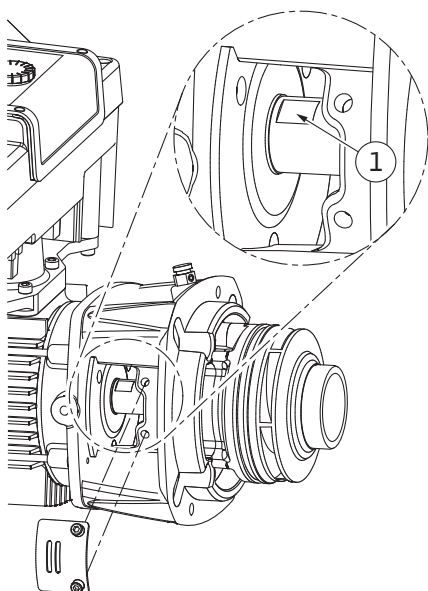

Fig. 106: Sleutelvlakken op de as
14. Plaats een steeksleutel (sleutelwijdte 22 mm) in het lantaarnstukvenster en houd de as op de sleutelvlakken vast (Fig. 106, pos. 1). Draai de waaiermoer (Fig. I, pos. 22) eruit. De waaier (Fig. I, pos. 21) wordt automatisch van de as getrokken.
15. Demonteer de compensatieschijf (Fig. I, pos. 20).
3. Plaats een steeksleutel (sleutelwijdte 22 mm) in het lantaarnstukvenster en houd de as op de sleutelvlakken vast (Fig. 106, pos. 1).
10. Plaats een steeksleutel (sleutelwijdte 32 mm) in het lantaarnstukvenster (Fig. IV, pos. 38) en houd de as op de sleutelvlakken vast (Fig. 106, pos. 1). Monteer de waaier met onderlegschiif/-schijven en moer. Schroef de moer vast. Voorkom beschadigingen van de mechanische afdichting door kanteling.
11. Maak de groef van het lantaarnstuk schoon en plaats de nieuwe o-ring (Fig. III, pos. 19).